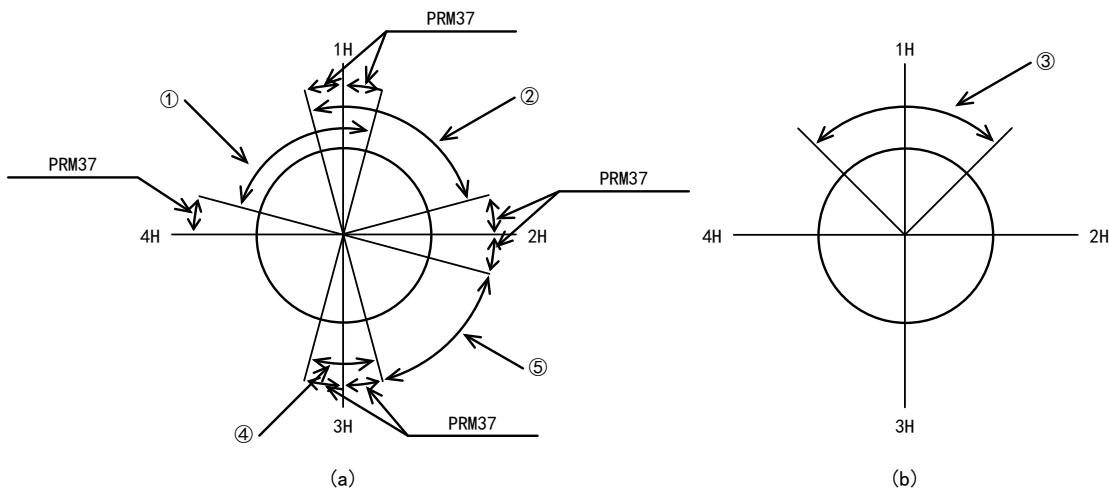

图 7.8 等分分割指定 (G101) 和参数
位于图 7.8 (a) 中①的范围内时, 假如执行了 G101A4; G91A0F□□, 则移动到 1H 的位置。
位于图 7.8 (a) 中②的范围内时, 假如执行了 G101A4; G91A0F□□, 则移动到 1H 的位置。
位于图 7.8 (b) 中③的范围内时, 假如执行了 G101A4; G91A0F□□, 则移动到 1H 的位置 (最近的位置)。PRM37 不对动作产生影响。
位于图 7.8 (a) 中④的范围内时, 假如执行了 G101A4; G91A0F□□, 则移动到 3H 的位置。
位于图 7.8 (a) 中①的范围内时, 假如执行了 G101A4;G91A-1F□□, 则移动到 4H 的位置。
也就是说, 位于图 7.8 (b) 的范围内时, 假如执行了 G101A4;G91A1F□□, 移动到 2H 的位置; 而执行了 G101A4;G91A-1F□□, 则移动到 4H 的位置。
位于图 7.8 (a) 中④的范围内时, 假如执行了 G101A4;G91A-1F□□, 则移动到 2H 的位置。
位于图 7.8 (a) 中④的范围内时, 执行了 G101A4; M70; 后, 当前的分割位置 (图中, 分割位置 3 位 bit 0 和 bit 1) 由 CN3 的 M 代码输出以二进制予以输出。
位于图 7.8 (b) 中③的范围内时, 分割位置 1 (bit 0) 被输出。
位于图 7.8 (a) 中④的范围内时, 执行了 G100A4; M70; 后, 当前的分割位置 (图中, 分割位置 3 位 bit 0 和 bit 1) 由 CN3 的 M 代码输出予以输出。